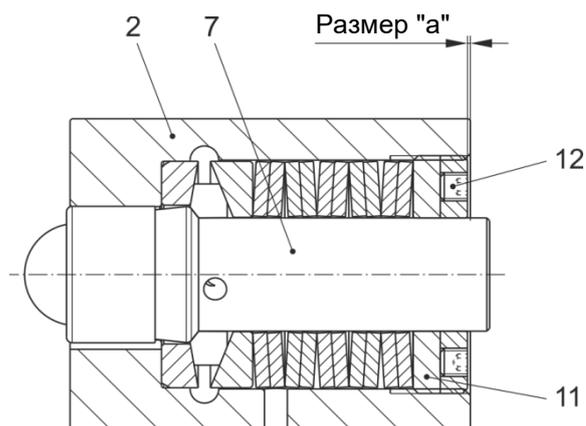

Рис. 8
## Регулировка крутящего момента (Рис. 8)
3. Ослабить стопорные резьбовые винты (12) на регулировочных гайках(11).
4. Отрегулировать все перегружаемые элементы (2) путем проворачивания регулировочных гаек (11) до размера "а" из диаграммы регулировки (Рис.8).
5. Затянуть обратно стопорные резьбовые винты (12) на регулировочных гайках (11).